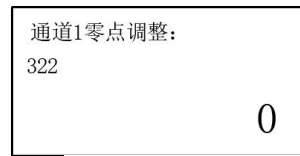

图 7 零点调整界面
- 零点调整: 将 NANO 4S Pro 的传感器部分置于清洁空气中 (即零气体), 在传感器设置界面进入相对应气体零点设置, 按上翻键或下翻键使副屏幕相对的气体指示“0”后 (如图 7 所示), 按确定键确定, 调零工作完毕。